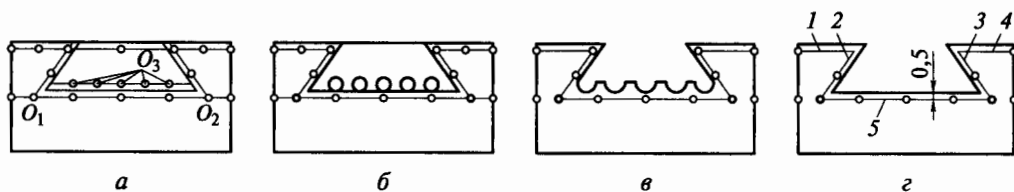

Рис. 4.1. Последовательность действий при изготовлении шаблона для соединений типа «ласточкин хвост»:
4. Опишите последовательность изготовления шаблона (рис. 4.1, а—г) для соединений типа «ласточкин хвост»: